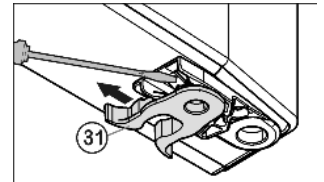

Fig. 7
- ▶ Veerklem *Fig. 7 (31)* verplaatsen: Sluitnok omlaag drukken, veerklem eroverheen en eraf trekken.